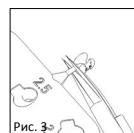

Рис. 3
■ Рис.3 Регулировочное приспособление, выбранное для процесса измерения, вырезается с помощью микрохирургических ножниц и помещается в среднее ухо с помощью аспиратора или другого микрохирургического инструмента.